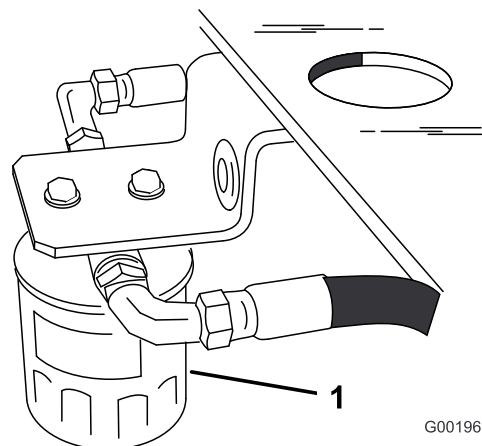

Figure 69
4. Localisez le filtre sous le réservoir à carburant et placez le bac de vidange sous le filtre (Figure 69).